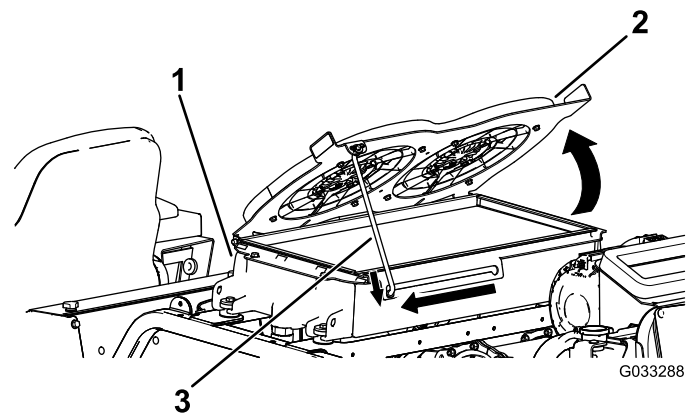

Bild 122
2. Drehen Sie die Hydraulikkühlventilatoren nach oben und arretieren Sie die Stützstange in der Kerbe (**Bild 122**).